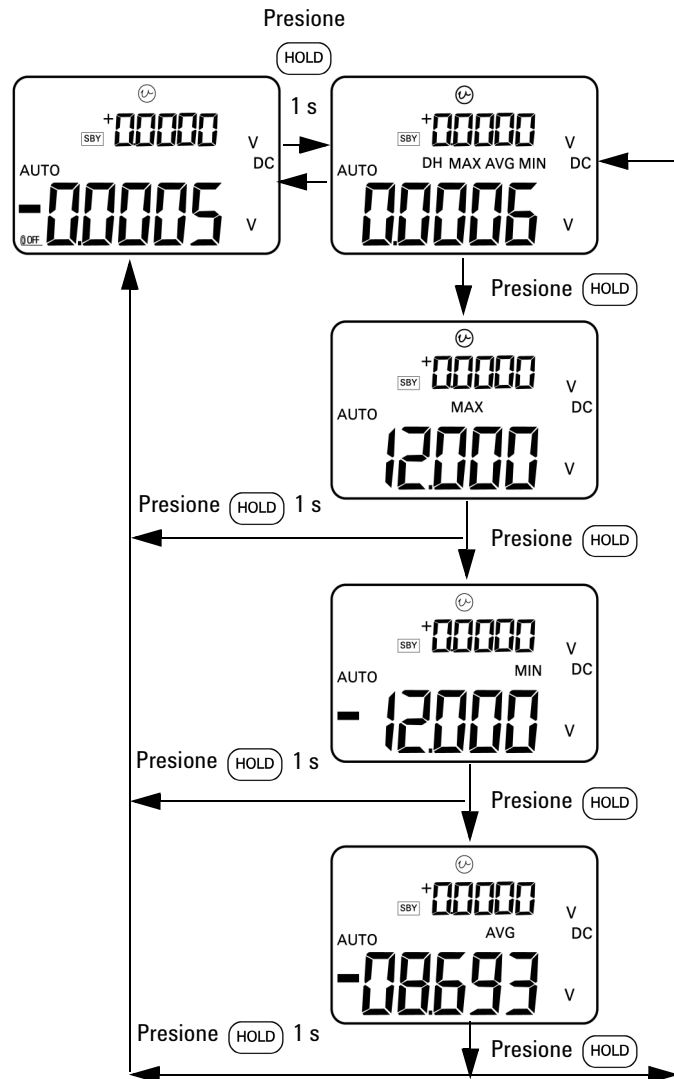

Figura 3-7 Modo Registro dinámico
- 2 Presione **MAX • MIN** para pasar por las lecturas máxima, mínima, promedio y actual. Aparecerá el indicador **MAX, MIN, AVG**, o **MAX AVG MIN** para indicar el valor que se está mostrando. Consulte la Figura 3-7 en la página 59.